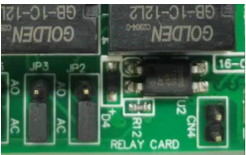

Figure 5 - Sérigraphie AO et AC indiquant l'état des connecteurs 3 broches
Les inscriptions AC et AO sont sérigraphiées en blanc sur le connecteur, voir la figure 5, les broches 1 et 2 sont représentées fermées (AC) et les broches 2 et 3 ouvertes (AO).